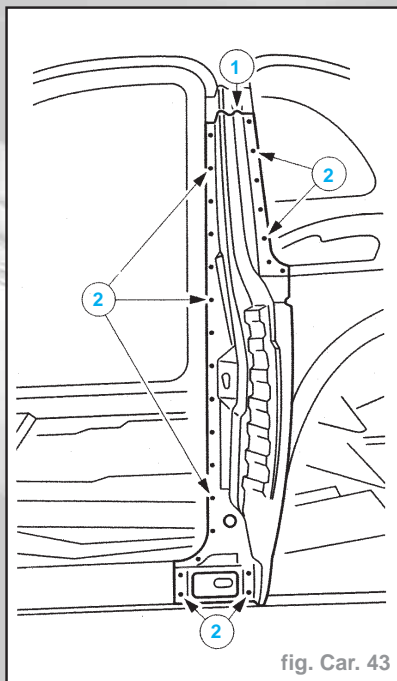

fig. Car. 43
- Découper le renfort du montant **B** (fig. Car. 43) :
- Procéder à une découpe approximative (1).
- Fraiser les points de soudure (2).